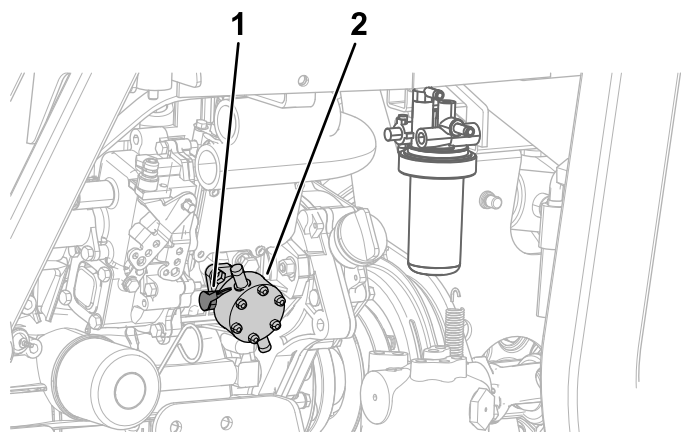

Figura 64
În partea stângă a motorului, acționați maneta pompei de combustibil până când umpleți vasul filtrului de combustibil (Figura 64).
7. Acționați maneta pompei de combustibil până când un flux mare de combustibil începe să curgă în jurul urubului; consultați Figura 64 din Amorsarea sistemului de combustibil \(Pagină 53\).